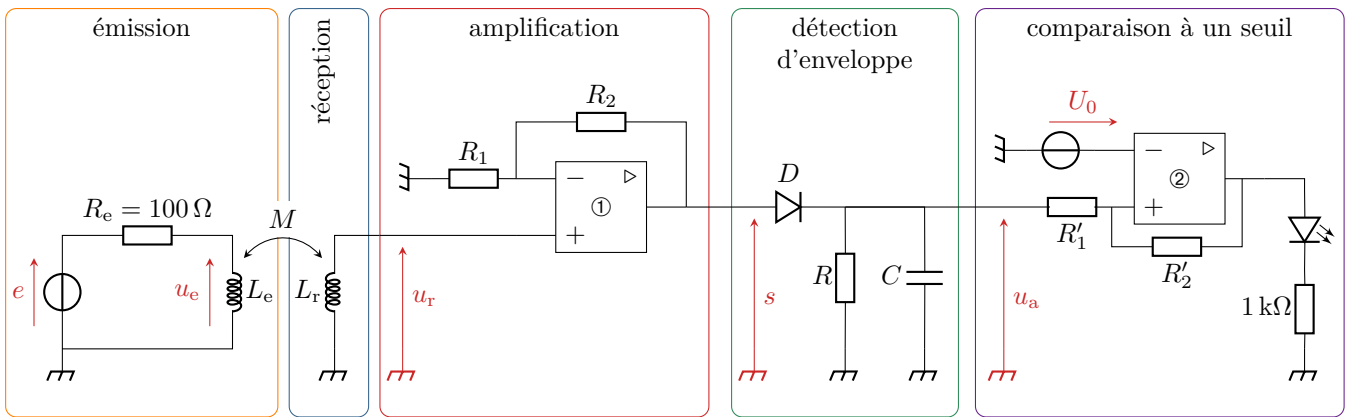

Figure 1 – Schéma du montage complet.
- 6 - Proposer (= schéma + valeur des composants) un montage à ALI permettant d'amplifier le signal u_r de telle sorte que la tension s de sortie de l'amplificateur ait une amplitude de l'ordre de 5 V. Compléter la figure 1.
12 - Proposer (= schéma + valeur des composants) un montage à ALI permettant de réaliser cette fonction. Compléter la figure 1.